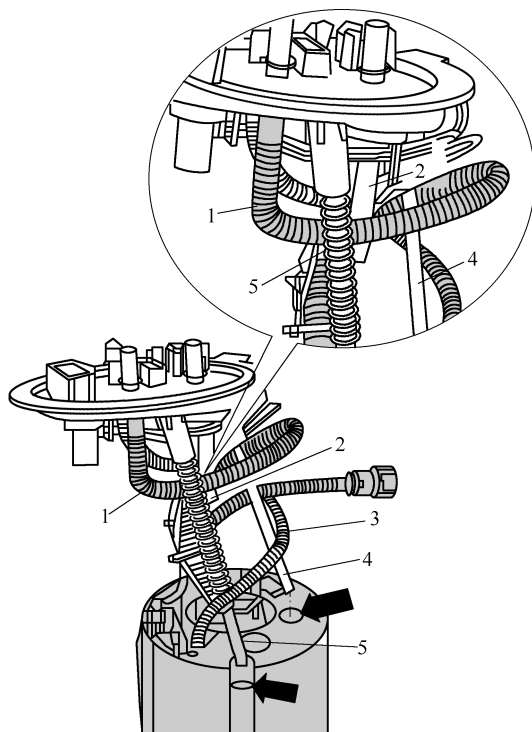

图 1-4-27 安装燃油输送单元
(4) 如图 1-4-27 所示, 将密封法兰的导管 4 和 5 插入燃油输送单元上的导向孔(如箭头所示)内。